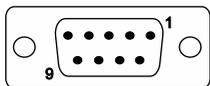

Fig. 17
- Ocupe la clavija D-SUB de 9 polos según **Fig. 17**.